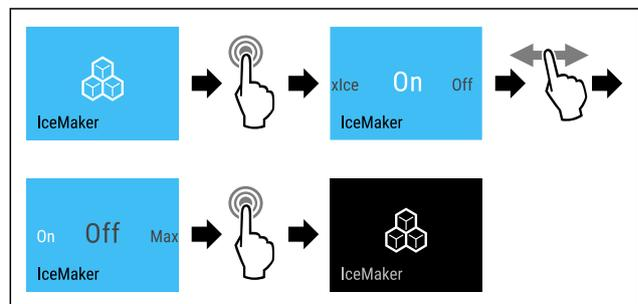

Fig. 20 Beispielhafte Darstellung mit aktiver Funktion IceMaker
- ▶ Handlungsschritte (siehe Fig. 20) durchführen.